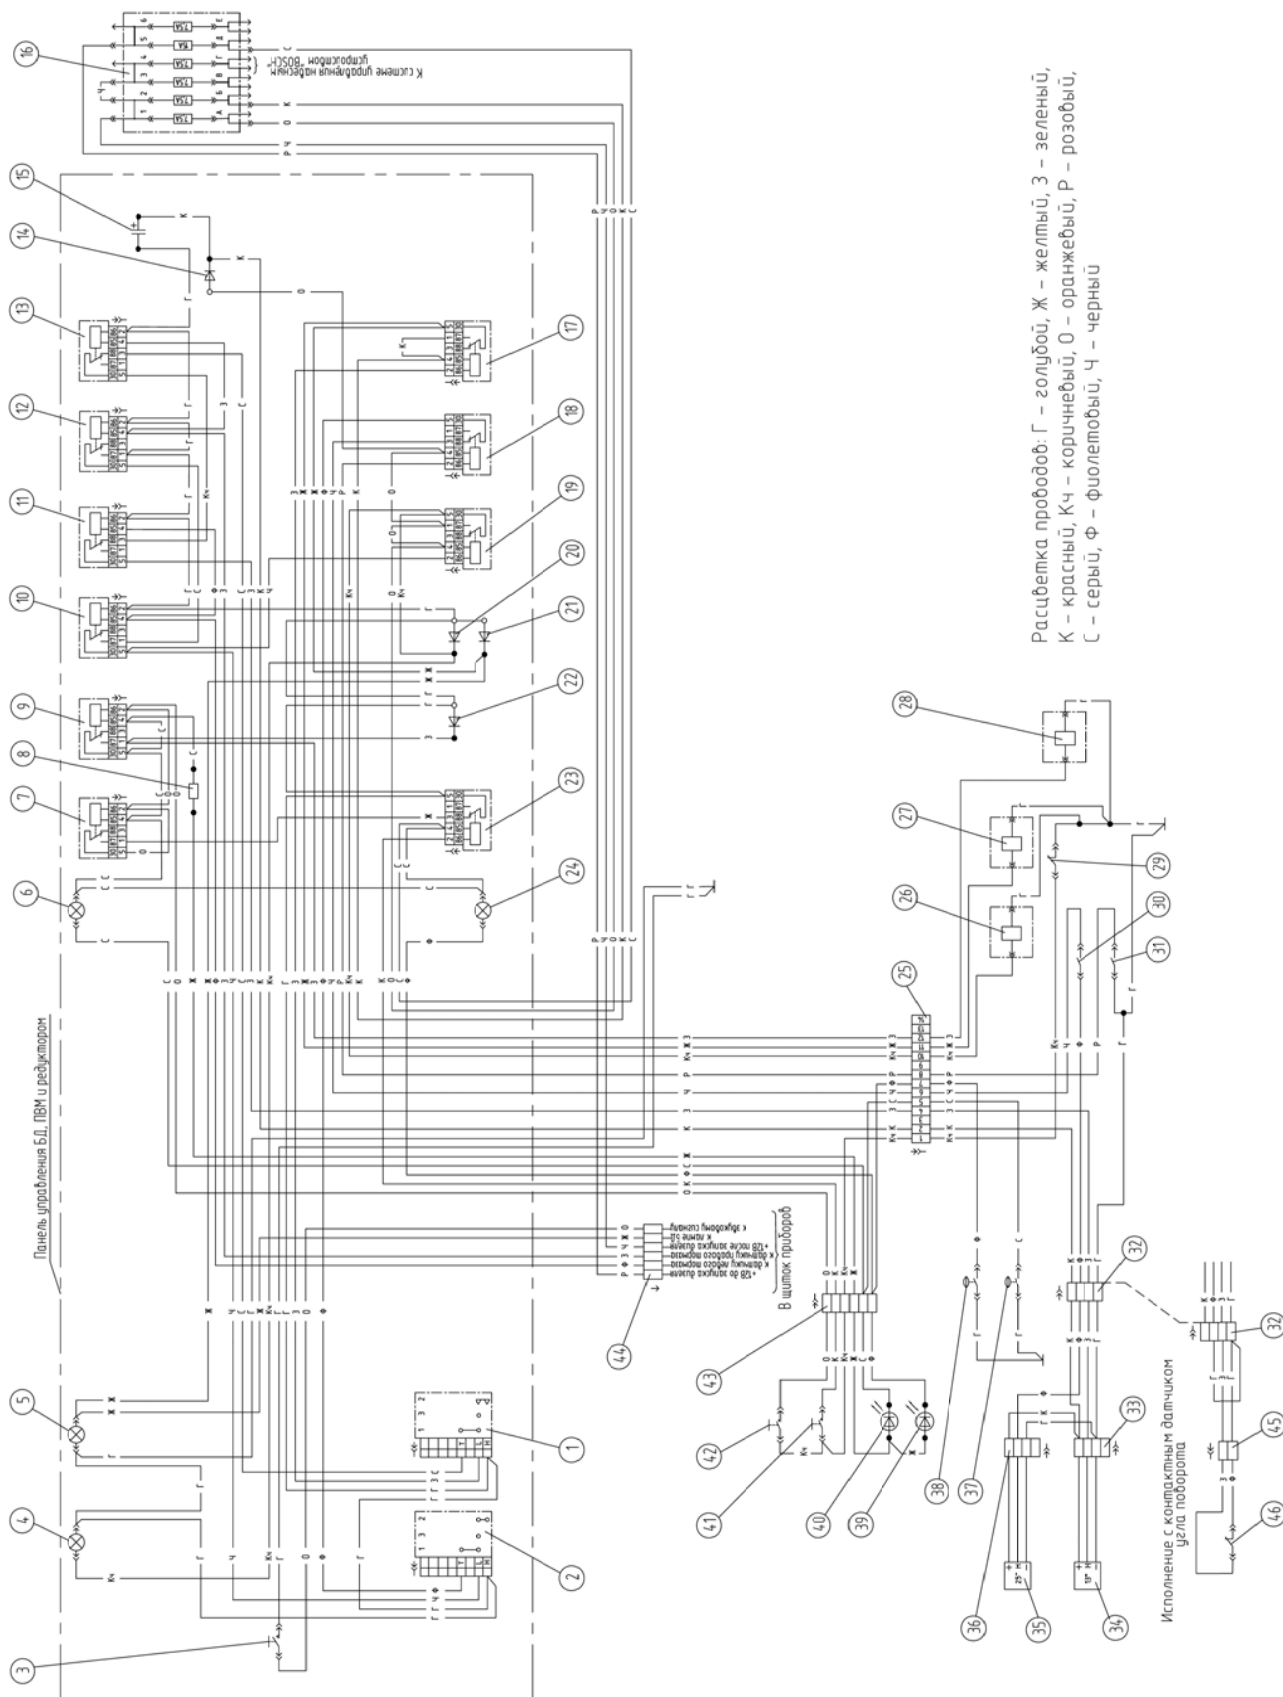

Рисунок 2.26 – Схема электрическая соединений системы управления БД, ПВМ и редуктором КП
2. Обрыв в цепи «минус» питания или в цепи «сигнал» левого 34 или правого 35 соответственно датчиков угла поворота.	Проверить электрические цепи по схеме электрических соединений (рисунок 2.26).
2. Неисправен жгут	Проверить жгут на исправность согласно схеме электрических соединений (рисунок 2.26)
3. Неисправность реле 10,11,12,13 (рисунок 2.26) в цепи включения привода ПВМ и выключения БД заднего моста при торможении.	Заменить реле.
3. Обрыв цепи от датчика к контрольной лампе или обрыв цепи от датчика к светодиоду.	Проверьте по схеме электрических соединений (рисунок. 2.26) исправность цепи «датчик – контрольная лампа» или «датчик – светодиод» и устраните обрыв в неисправной цепи.